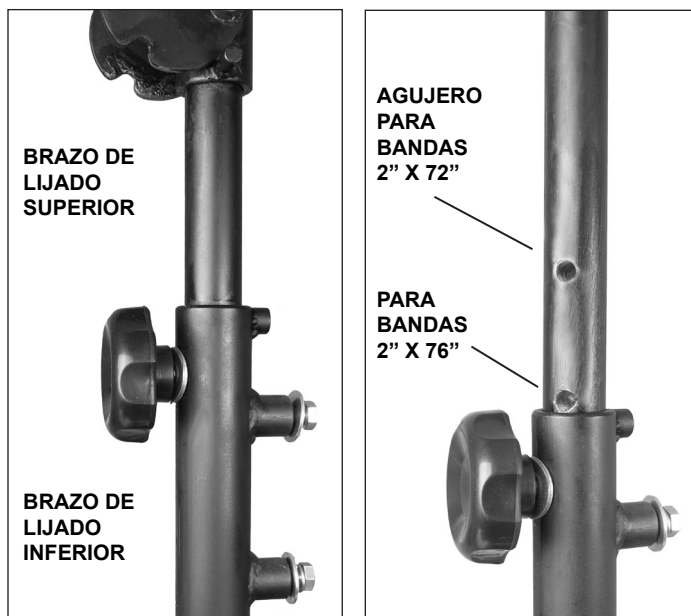

FIG. 4
2. Para conectar el Conjunto del Brazo de lijado superior (K) al Brazo pivotante (I) inferior, introdúzcalo en la parte superior del tubo del brazo pivotante y luego asegúrelo con la Manija de bloqueo (J). La Rueda loca de 4" (N) superior del brazo de lijado se alineará automáticamente con la Rueda motriz de 8" (R) inferior para montar la banda lijadora más luego durante el proceso de ensamblaje de la máquina.
**NOTA:** Hay 2 agujeros roscados en el extremo inferior del brazo de lijado superior. Para conectar el brazo de lijado al brazo pivotante inferior con la manija de bloqueo, use el agujero roscado *SUPERIOR*. FIG. 4. Esta posición es para usar bandas abrasivas de 2" x 72".